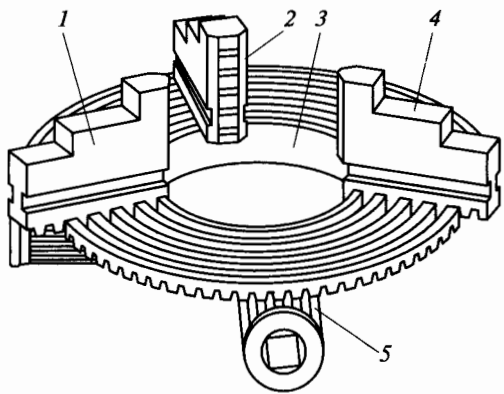

Рис. 5.2. Самоцентрирующийся трехкулачковый патрон
5. Опишите устройство и принцип действия самоцентрирующегося трехкулачкового патрона (рис. 5.2) и укажите его назначение.